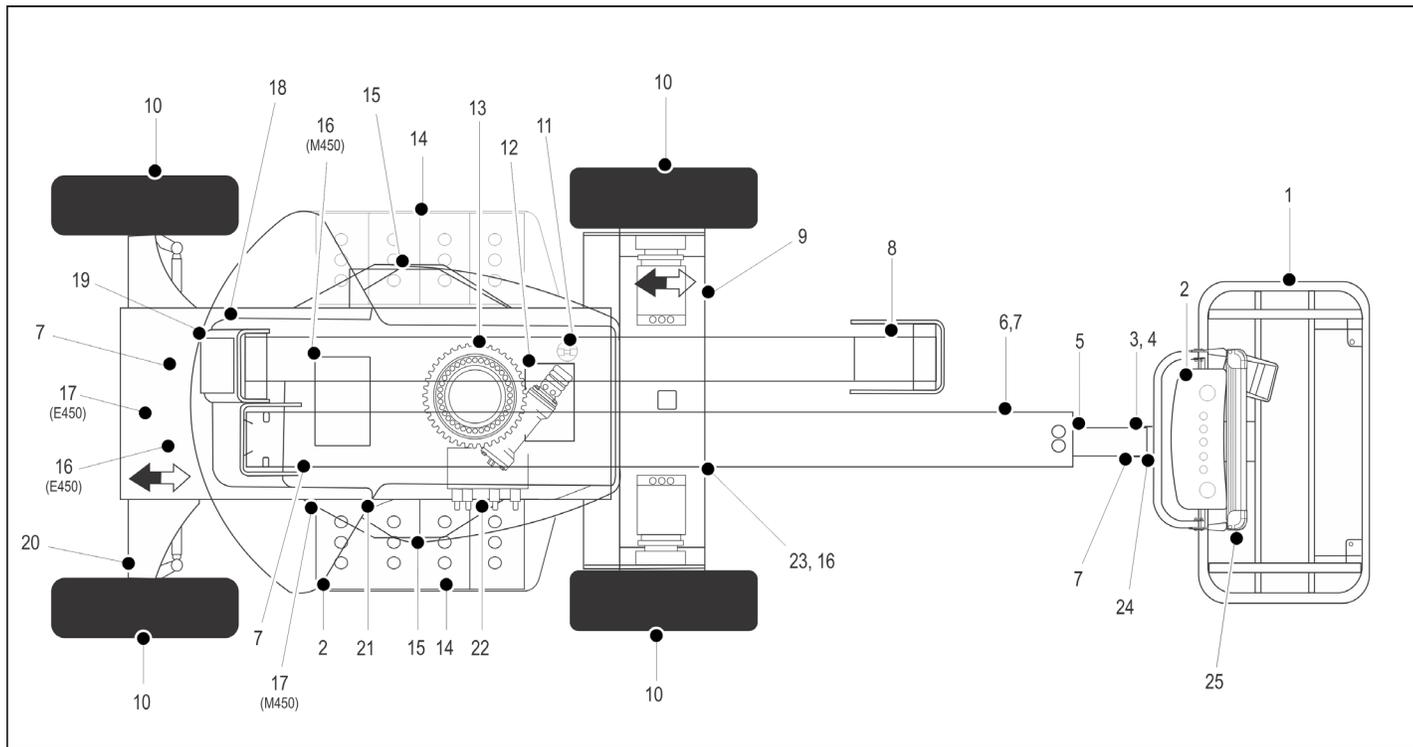

Figura 2-2. Inspeção exterior diária - Folha 1 de 3
5. **Inspeção exterior** - Consultar a Figura 2-2., a Figura 2-3. e a Figura 2-4.